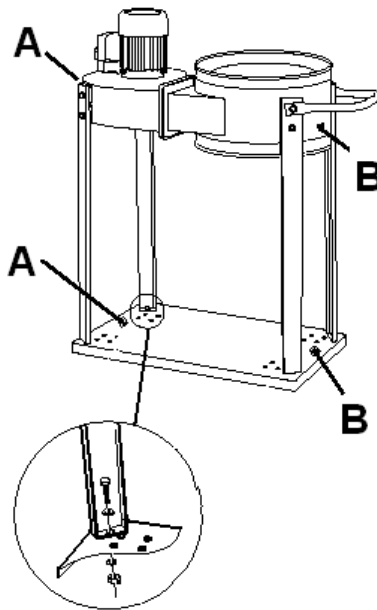

Рис. 6
Правильно разместите сторону с двигателем (A, Рис. 6) и сторону с каркасом для мешка (B) на основании.